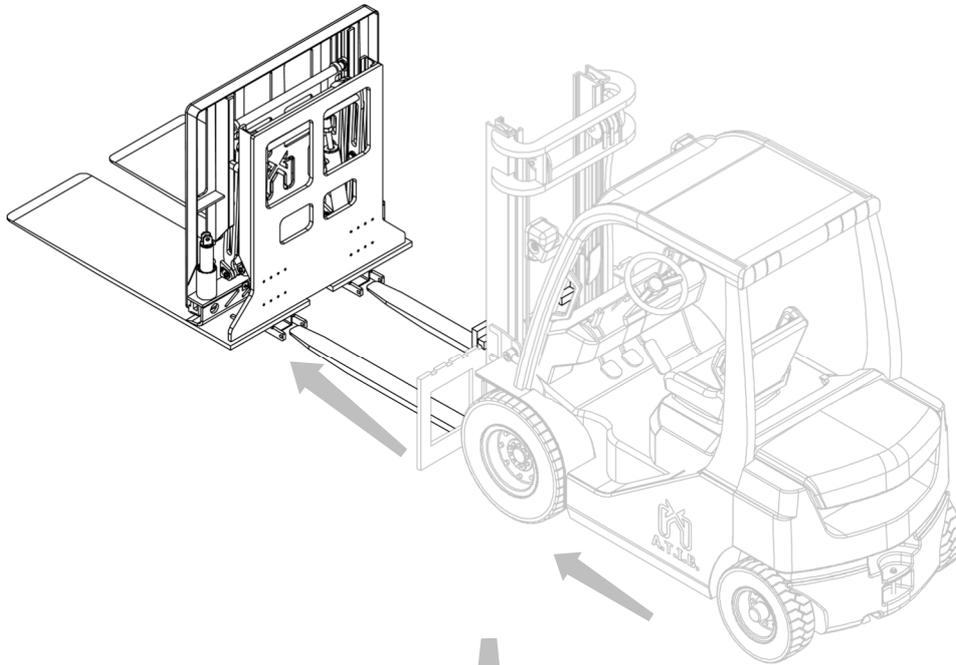

Figure 6
5. Renforcer l'équipement (voir Figure 6 et Figure 7).